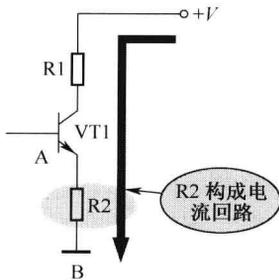

图 1-7 电流回路示意图
(2) 提供电流回路。如图 1-7 所示，电阻  $R_2$  为电路提供一个电流回路。